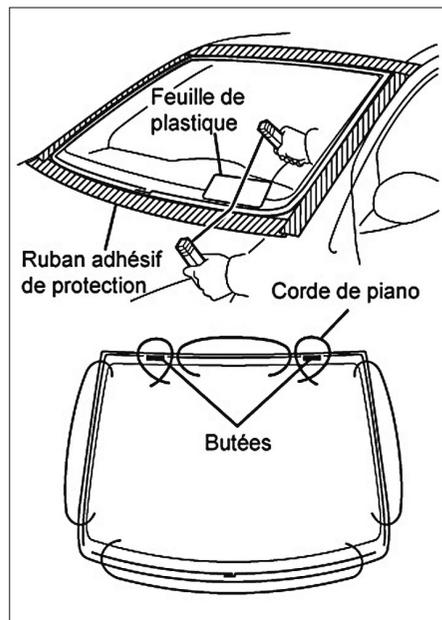

FIG. 139
- Poser du ruban adhésif afin de protéger la carrosserie (Fig.139).
- Découper le cordon de colle à l'aide d'une corde à piano ou équivalent (Fig.139).